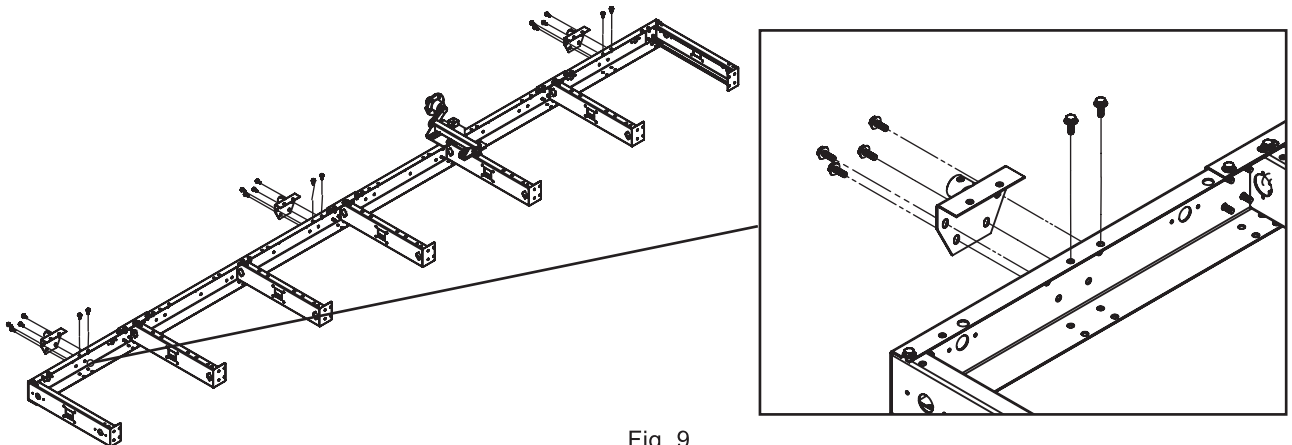

Fig. 9
Étape 13 : Installez les plaques de raccordement du cric de mise à niveau. Installez les trois plaques de raccordement du cric de mise à niveau (n° 9), espacées de manière égale sur le côté et à l'aide de six boulons M10 x 30 mm (n° 1) et écrous M10 (n° 2) par plaque de raccordement comme indiqué (fig. 9)